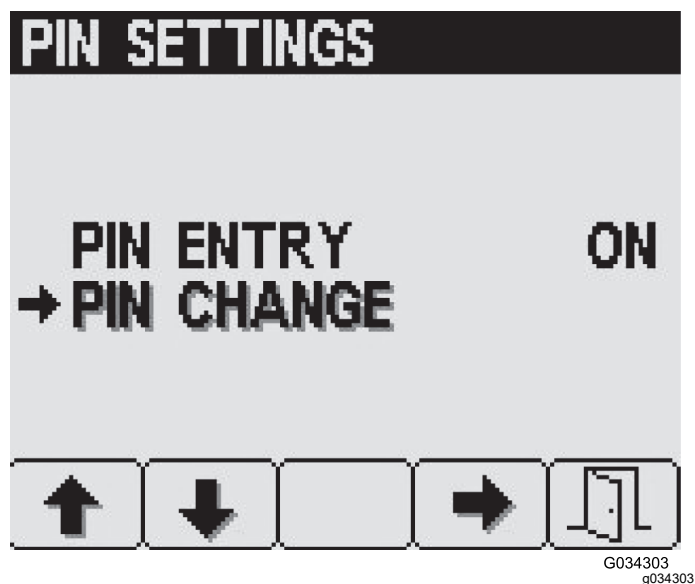

Figura 26
1. Apăsai butonul 1 sau 2 pentru a selecta opțiunea PIN CHANGE (schimbare pin) (Figura 26).
2. Apăsai butonul 4 pentru a selecta intrarea PIN CHANGE (schimbare pin) (Figura 26).